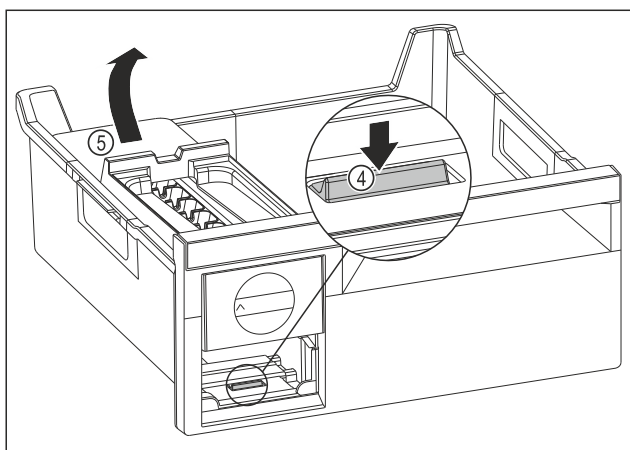

Fig. 111
- Wyjmowanie korpusu EasyTwist-Ice: Nacisnąć nakładkę Fig. 111 (4) palcem w dół i jednocześnie podnieść korpus EasyTwist-Ice Fig. 111 (5) od tyłu drugą ręką.